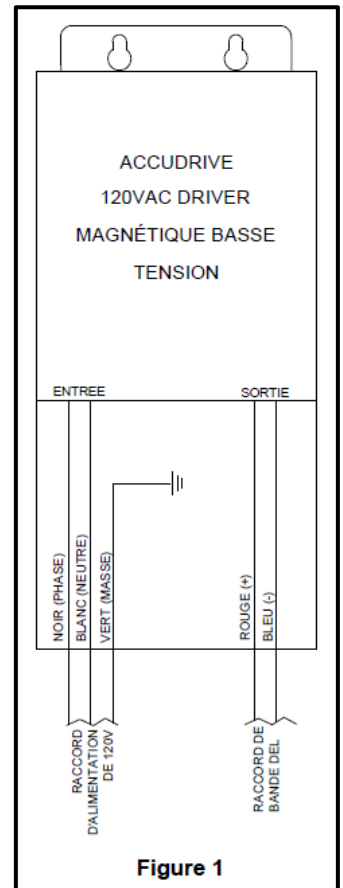

Figure 1
Step 3. Strip supply wire 3/8" and insert each supply wire into appropriate connector. Connect black driver wire to hot, white wire to neutral, & green wire to ground (Figure 1).
Step 4. Connect LED strips to driver by inserting driver output wire into appropriate connector. Connect driver red wire (V+) to corresponding red wire (V+) coming from LED strip & blue wire (V-) to corresponding black wire (V-) coming from LED strip (Figure 1).
Étape 3. Dénudez le câble d'alimentation de 3/8 po et insérez chaque câble d'alimentation dans le connecteur approprié. Raccordez le câble noir du pilote à la phase, le blanc au neutre et le vert à la terre (Figure 1).
Étape 4. Raccordez les bandes DEL au pilote en insérant son câble de sortie dans le connecteur approprié. Raccordez le câble rouge (V+) du pilote au fil rouge correspondant (V+) provenant de la bande DEL et le câble bleu (V-) au fil noir correspondant (V-) provenant de la bande DEL (Figure 1).